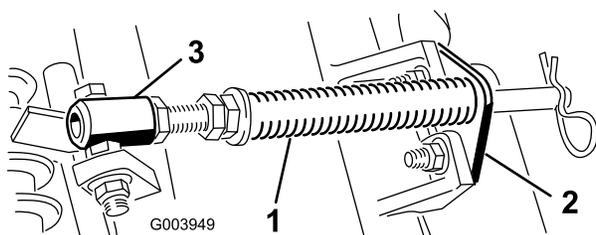

Figure 5
- A. Retirez les 2 boulons de carrosserie et les écrous qui fixent le support de tige aux pattes du tablier de coupe (Figure 5).
B. Retirez l'écrou à embase qui fixe le boulon du tube de ressort à la patte du bâti porteur (Figure 5). Déposez l'ensemble.